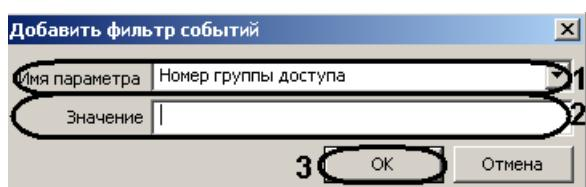

Рис. 3.6—23 Добавления фильтра событий
- 4.4.1 Из раскрывающегося списка выбрать необходимый параметр (см. Рис. 3.6—23, 1).